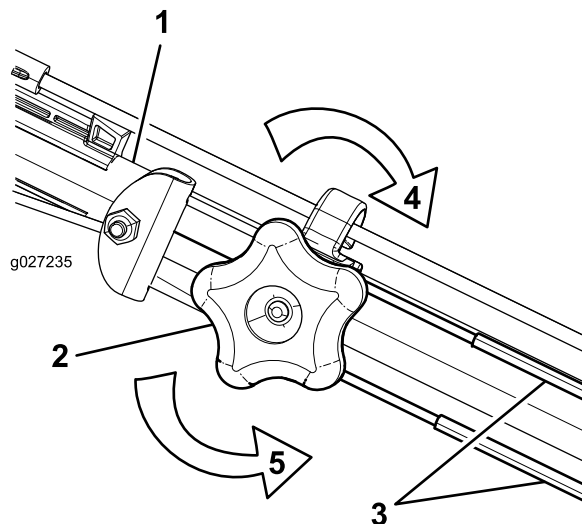

Figure 23
1. Tournez le bouton de réglage dans le sens antihoraire pour desserrer le réglage (Figure 23).
2. Ajustez la tension du câble (Figure 23) en le tirant en arrière ou en le poussant en avant puis en le maintenant à cette position.